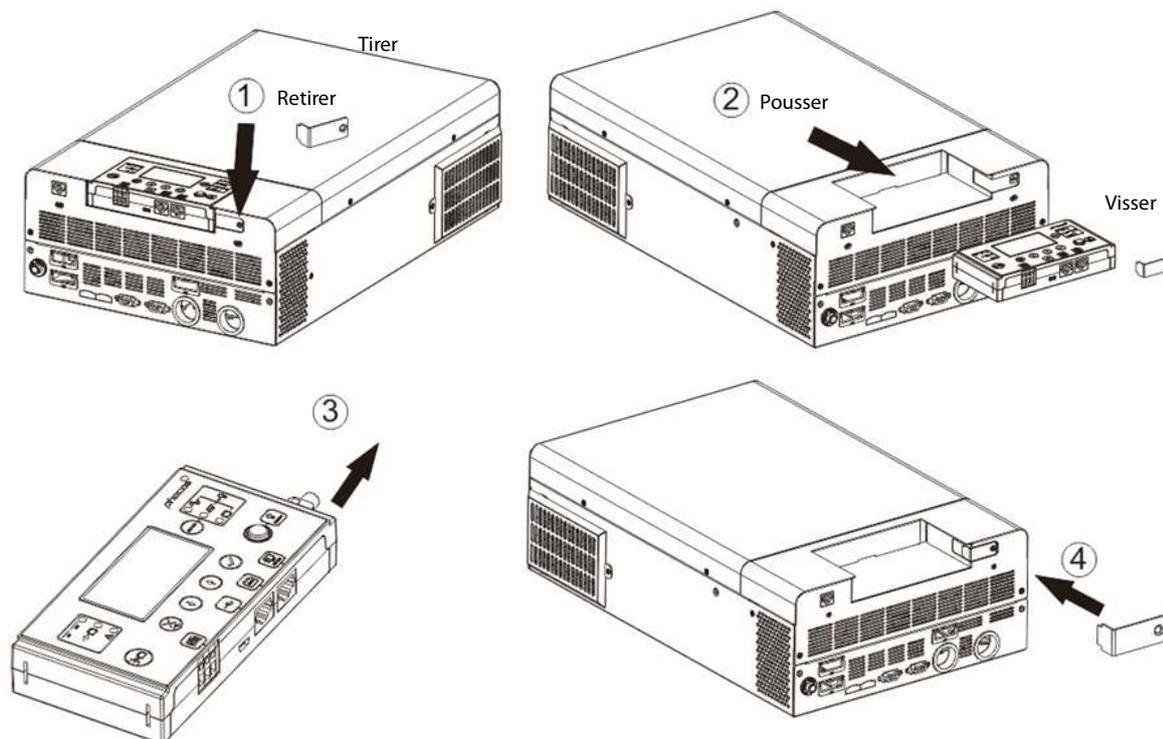

Fig. 11 : Retrait de l'unité de télé-affichage
1. Retirez la vis tenant le support au bas du module d'affichage (**Fig. 11** → ①) et pousser vers le bas l'unité d'affichage de l'étui légèrement tout en enlevant le support métallique.
2. Continuez à pousser le module d'affichage vers le bas, en prenant soin de ne pas endommager le câble connecté (**Fig. 11** → ②).
3. Retirez le câble connecté au module d'affichage (**Fig. 11** → ③).
4. Visser le support enlevé dans **Fig. 11** → ① en place (**Fig. 11** → ④).